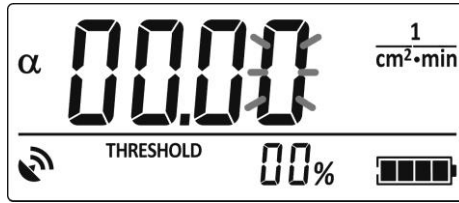

Рисунок 2.25 – РКІ дозиметра
2.3.6.7.3.2 Якщо утримувати THRESHOLD довше 4 с, то значення порогового рівня спрацьовування сигналізації обнулиться, а його молодший цифровий розряд почне мигати (рис. 2.25). Після цього THRESHOLD треба відпустити.